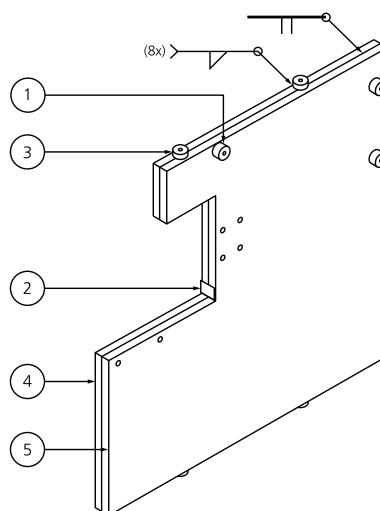

Fig. 10.10
- Kies een gunstige locatie voor de las. Lassen bij de neutrale lijn zorgt voor een gelijkmatige verdeling van de krimpkrachten. Hierdoor is er minder kans op verdraaiing en vervorming. (Fig. 10.10)